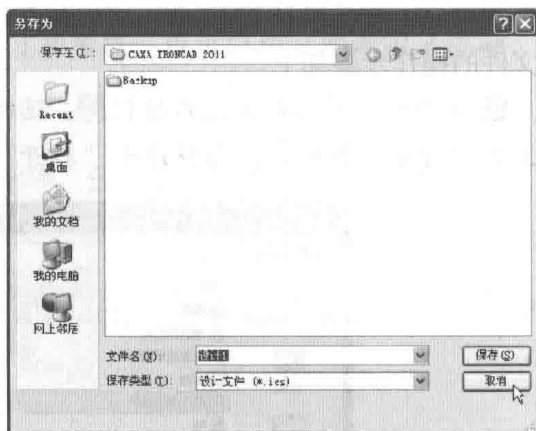

图 1-23 “另存为”对话框
① 单击设计界面的左上角按钮，选择“文件”→“保存”命令，或单击快捷菜单上的“保存”按钮，系统弹出“另存为”对话框，如图 1-23 所示。
② 选择保存文件目录。
③ 输入相应的文件名，单击“保存”按钮。